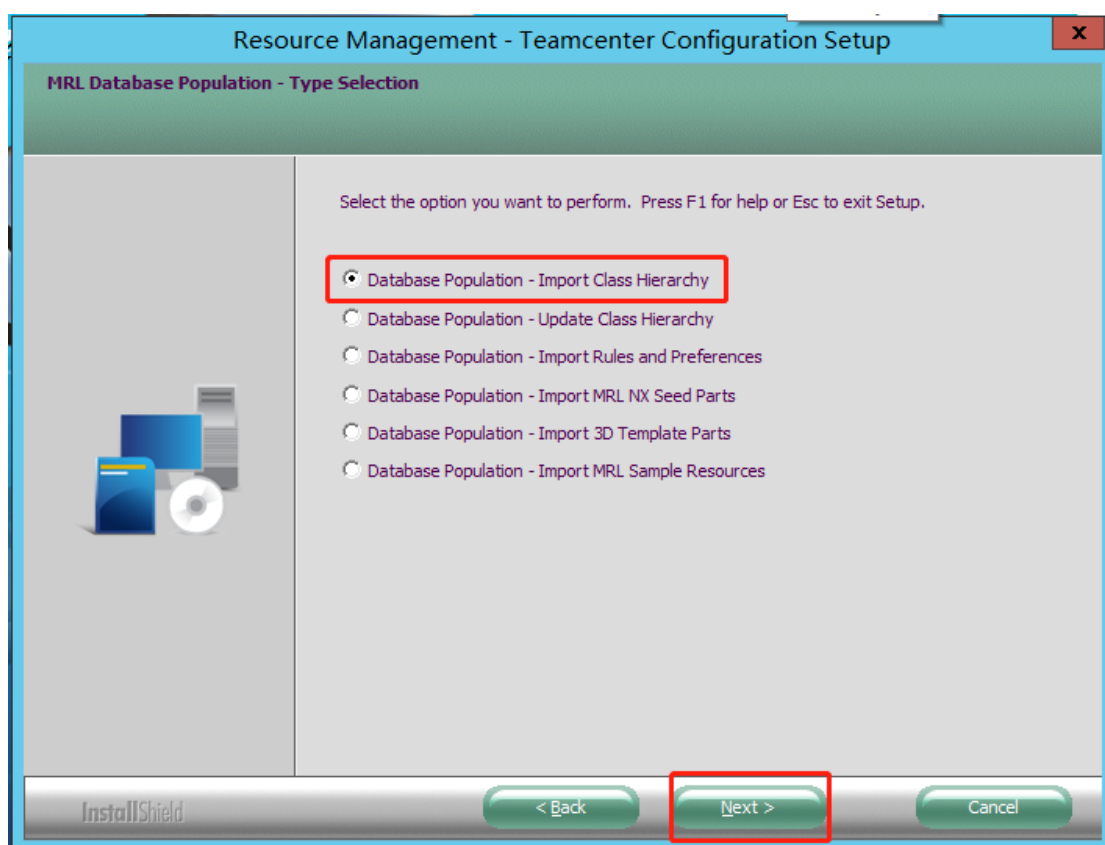

图 5
5. 选择 Database Population-Import Class Hierarchy，点击 Next，导入类层次结构（如图 5）：